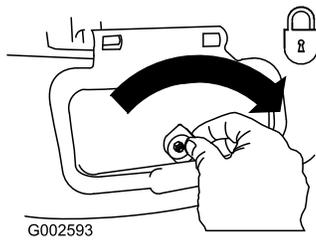

Bild 38
**Wichtig:** Verriegeln Sie die Seitenauswurfklappe nach dem Schließen (Bild 38).